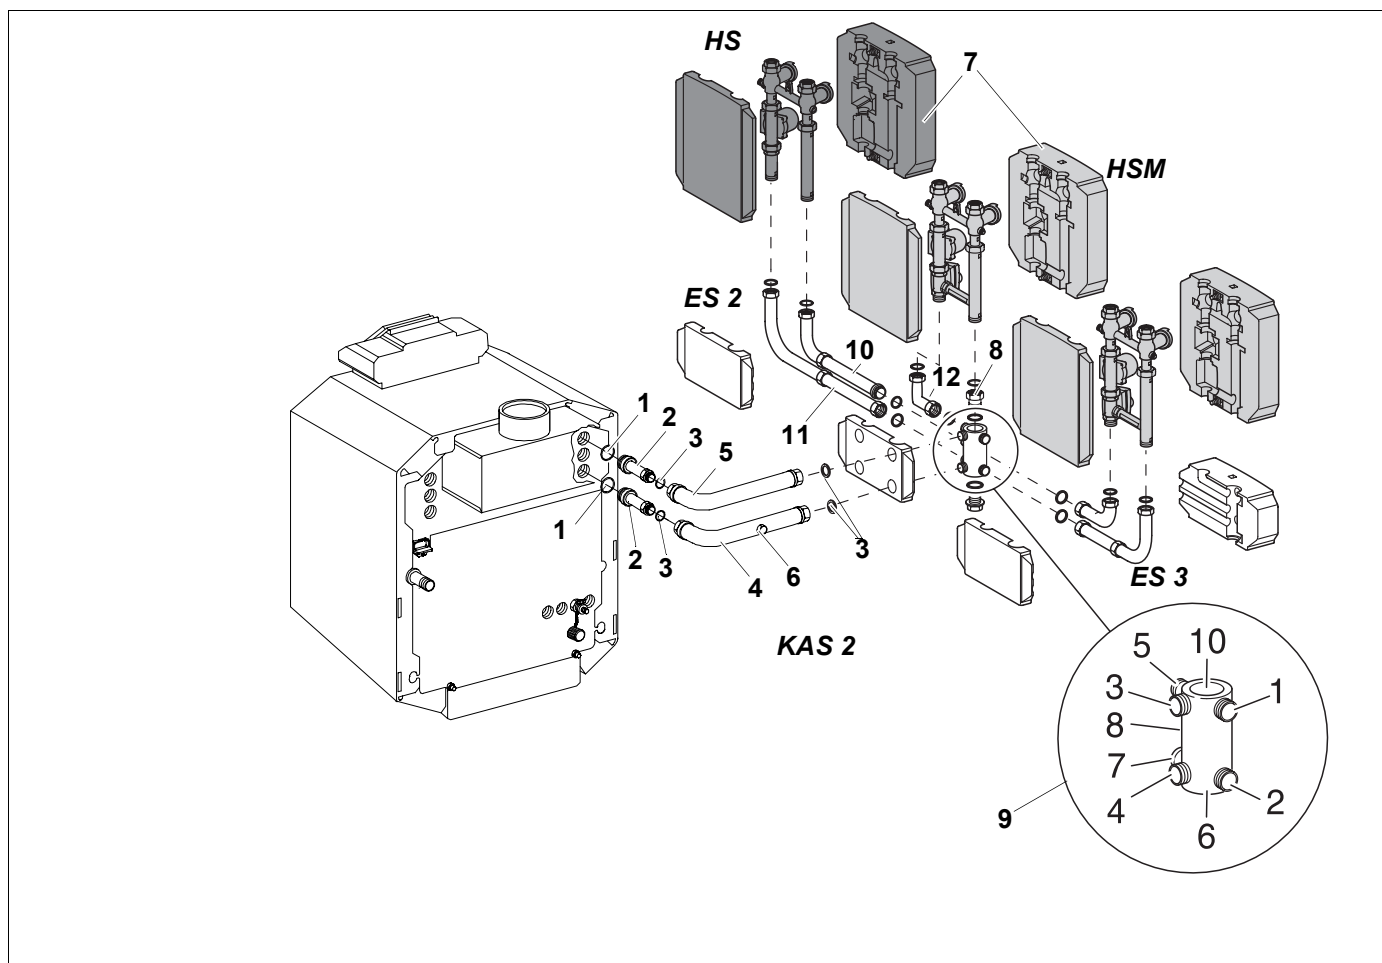

Рис. 10 Боковое подключение, левое параллельное исполнение
- Установить уплотнения (3) в переходник (8) и в уголок (12).
- Установить комплект подключения отопительного контура со смесителем (HSM) или без смесителя (HS) в соответствии с рис. 10.
Экспликация к рис. 10
- Вкрутить двойной ниппель (10) с кольцом в отвод N 8 на многофункциональном коллекторе (9).
- Установить отвод трубопровода (3) с уплотнением (длинной стороной).
- Установить уплотнение (3) в резьбовое соединение промежуточного элемента (11) и прикрутить промежуточный элемент к отводу N 7 многофункционального коллектора.
- Установить отвод трубопровода с уплотнением (3) (короткой стороной) (рис. 10).
- Установить уплотнения (3) в резьбовые соединения на обоих отводах.
- Прикрутить комплект подключения отопительного контура со смесителем (HSM) или без смесителя (HS) в соответствии с рис. 10.
- Установить уплотнение (3) в уголок и соединить с отводом N 1 на многофункциональном коллекторе (9).
- В промежуточный элемент (трубы обратной линии) установить уплотнение (3) и прикрутить промежуточный элемент к отводу N 2 многофункционального коллектора.
- Установить отвод трубопровода с уплотнением (3) на короткой стороне.
- Установить уплотнения (3) в резьбовые соединения подающей и обратной линий.